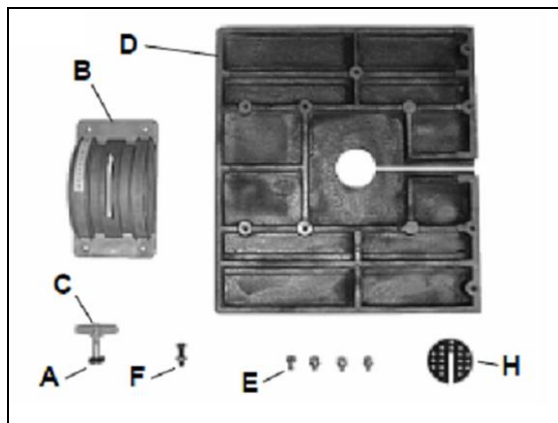

Fig 2
Montieren Sie die M8 x 50 Flachrundschraube und den quadratischen Kunststoffeinsatz (A, Fig 2) durch den Schlitz der Tischwippe (B) und schrauben Sie die Flügelmutter (C) provisorisch fest, um ein Herunterfallen zu vermeiden.
Montieren Sie die Tischeinlage (H, Fig 2).